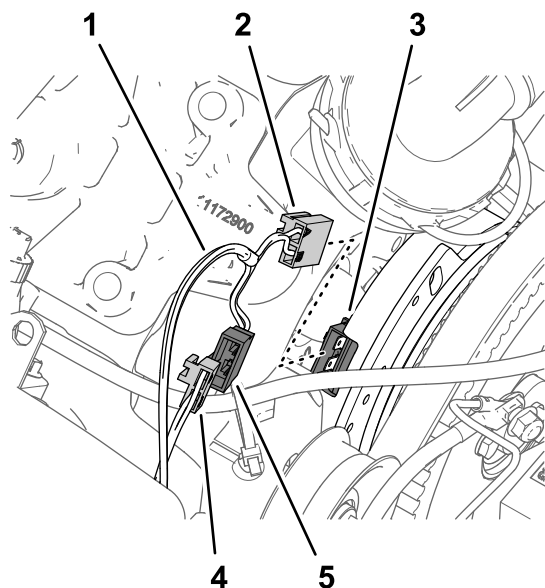

図 167
2. キットのハーネスの枝線についている 2 ピンコネクタ84cm の長さでPUMP CLUTCHというラベルがついているものを車両のワイヤハーネスのSPRAY PUMP COILというラベルがついている 2 ソケットコネクタに接続する 図 167。
3. キットのワイヤハーネスのうち、PUMP CLUTCHというラベルのついた2ソケットコネクタを、オルタネータの2ピンコネクタに接続する図 167。